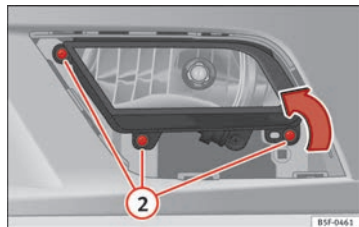

Fig. 192 Faro antiniebla.
- Retire los tornillos (3x) ⇒ fig. 192 ② para extraer el faro antiniebla.